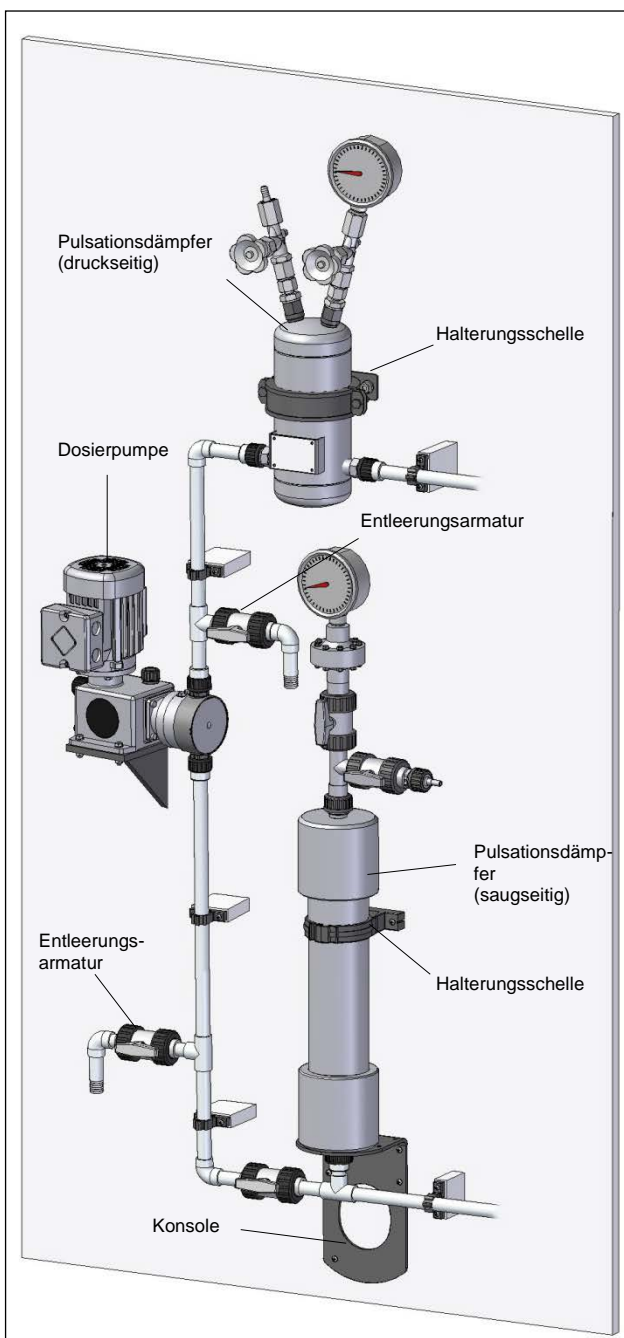

Abb.12 Installation
Die Installation kann je nach Verwendungszweck auf der Saug- oder Druckseite der Pumpe erfolgen (siehe Abb. 12). Dabei folgende Punkte beachten:
- Pulsationsdämpfer immer so einbauen, dass sich die Anschlüsse für Die Druckmess- und Befüllereinrichtung oben befinden (siehe Abb. 12).
- Das Gewicht der Pulsationsdämpfer darf nicht auf die Rohrleitungen wirken (siehe Abb. 12).